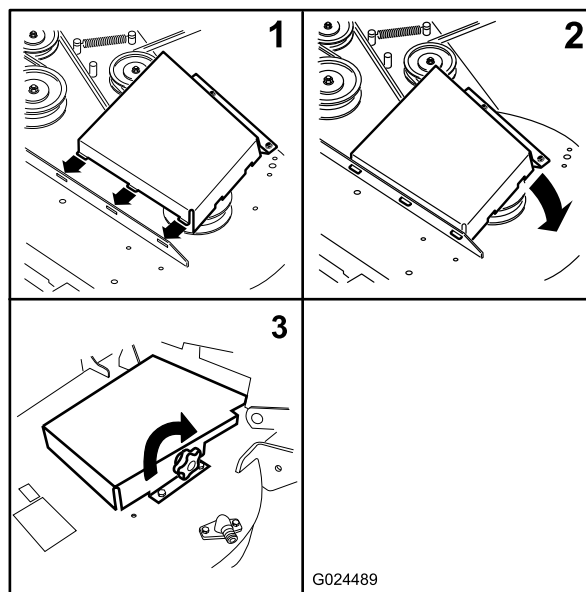

Figura 64
4. Instale las cubiertas de la correa (Figura 64).